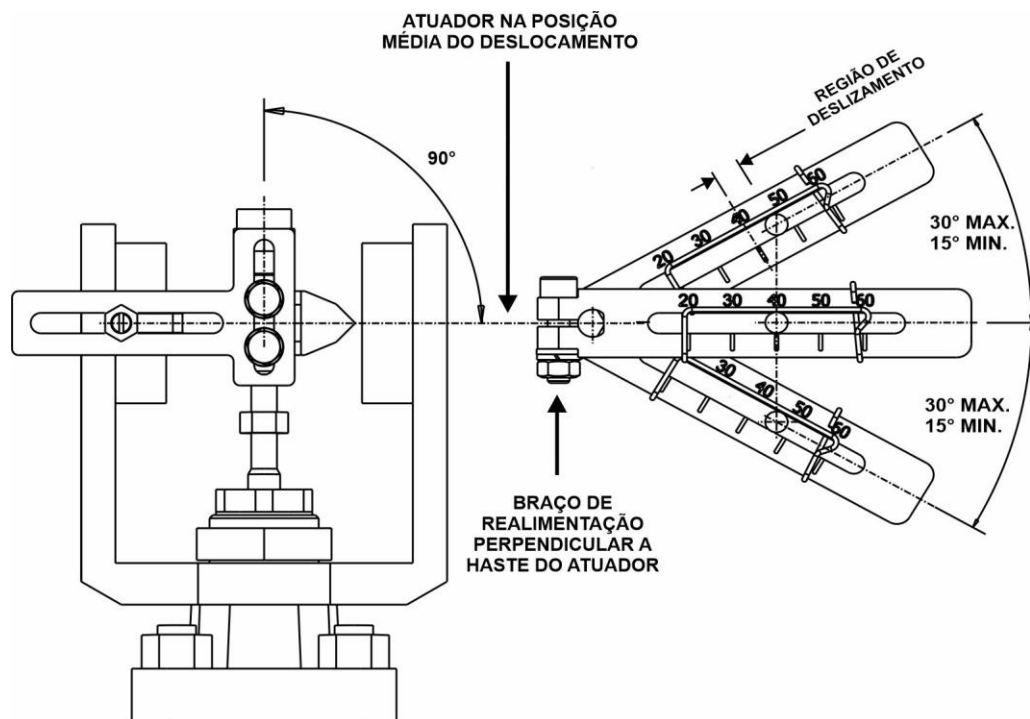

Figura 1.17 –Faixa admissível – suporte de montagem linear
11. Com o atuador em sua posição de deslocamento médio, ajuste a posição do suporte de montagem verticalmente para que o braço de realimentação fique perpendicular à haste. Veja figura 1.17.
12. Mova o atuador do batente superior ao batente inferior. O indicador de deslocamento deve mover dentro da faixa admissível, conforme mostrado na figura 1.17.